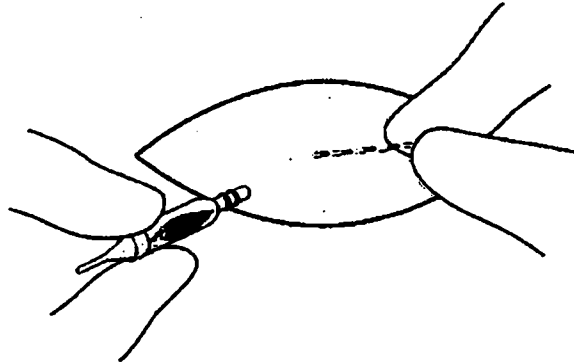

Figura 26. Retire el capuchón del electrodo y la funda del conector.
8. Retire el capuchón del electrodo y la funda del conector a través de la incisión y deséchelos (Figura 26).